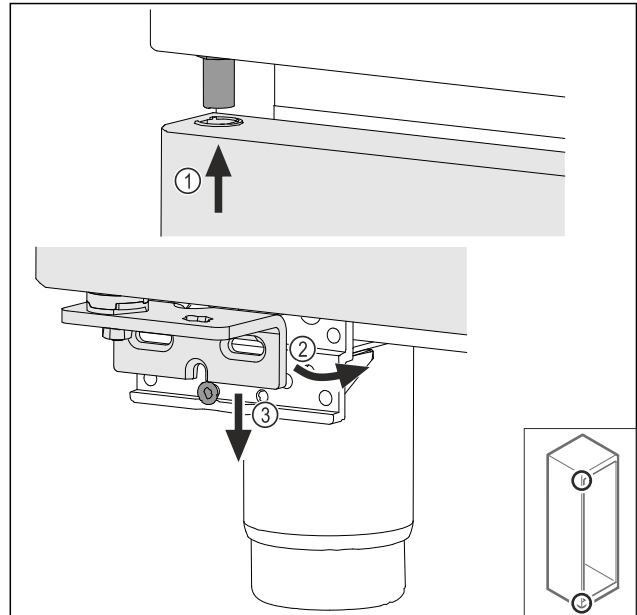

Fig. 74
- ▶ Luta dörren något och lirka in den upptill Fig. 74 (1), rätta upp dörren Fig. 74 (2) och sätt den på lagerbocksskruven Fig. 74 (3) nedtill.